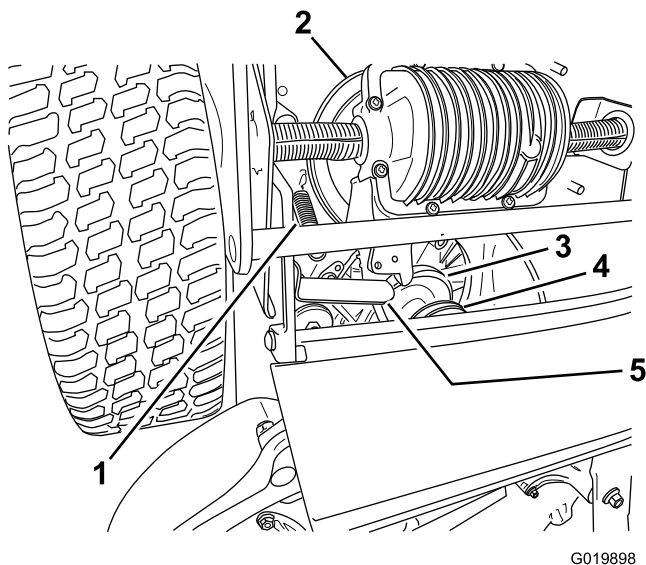

**Figure 36**
6. Déposez la protection de la courroie du BBC (Figure 36).